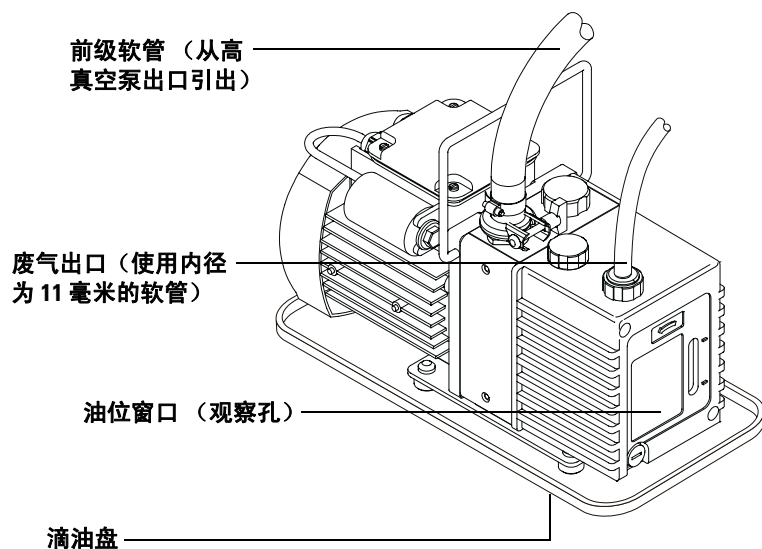

图 12 准备真空系统
- 4 将滴油盘放置在前级泵的下方，如第 69 页上的图 12 所示。